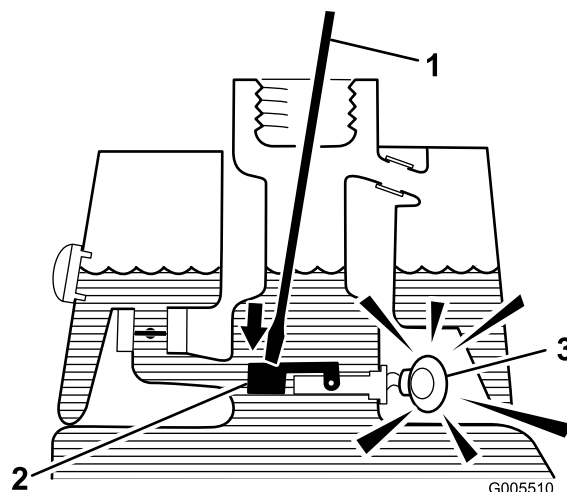

Figura 13
3. Inserite nel collo del serbatoio un'asta o un cacciavite puliti, e premete con cautela il galleggiante del sensore del livello dell'olio (Figura 13): Dopo un secondo dovrebbe scattare l'allarme.